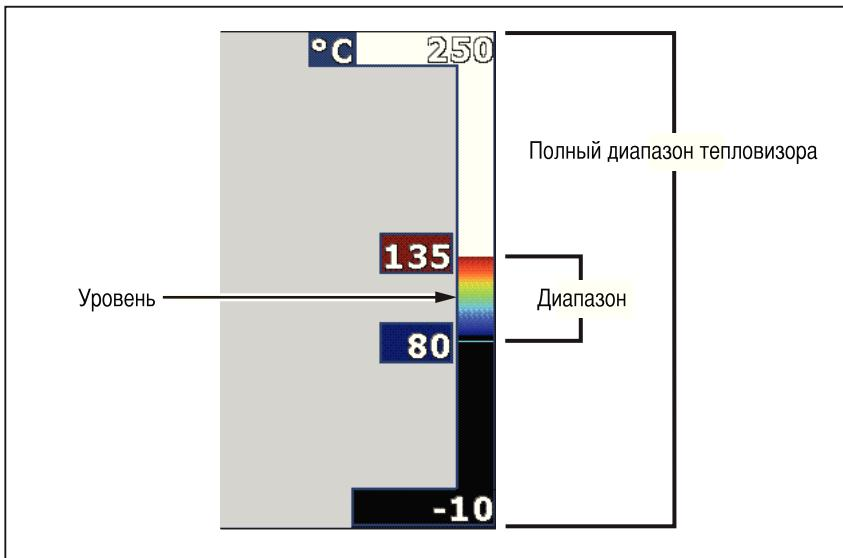

Рисунок 2. Диапазон и интервал
4. Для получения изображения один раз нажмите и отпустите спусковую кнопку. См. рис. 2.
В режиме ручного задания диапазона можно настроить палитру диапазона температур в пределах полного диапазона тепловизора. См. рис. 2. Порядок настройки интервала температур: